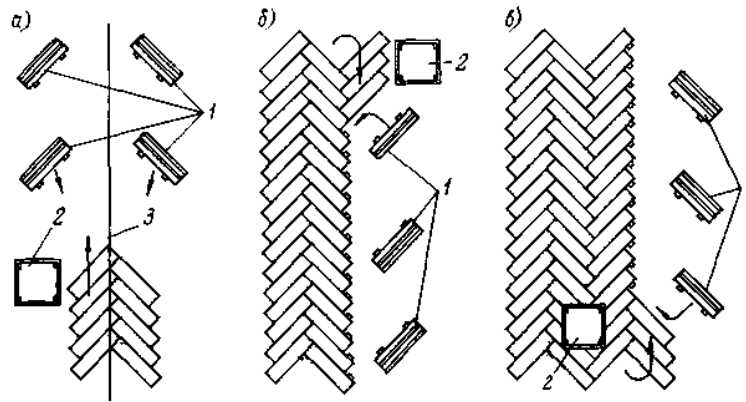

Рисунок 3. Схема раскладки паркетной клепки на рабочем месте
2.12. Схема подготовки рабочего места представлена на рис. 3.